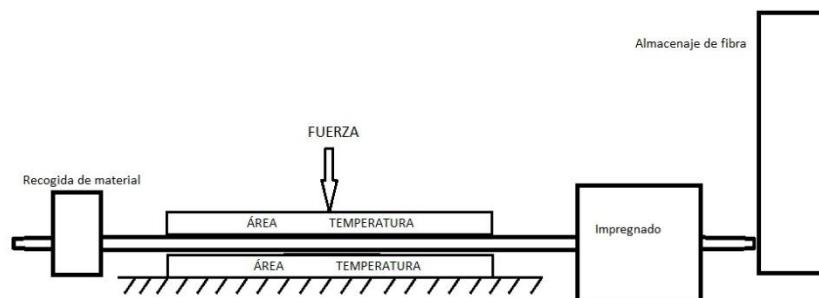

Figura 2. Proceso de fabricación en continuo
2. La máquina debe de permitir su adaptación para fabricar elementos en continuo de forma semiautomática simulando un proceso de pultrusión. Ello implica el acoplamiento de una región anterior de impregnación de la fibra y una región posterior de tirado. Este proceso continuo puede permitir el proceso de perfiles de diferentes secciones según el molde acoplado a la máquina (ver esquema figura 2)